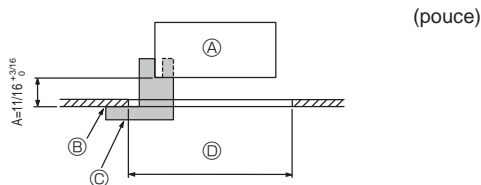
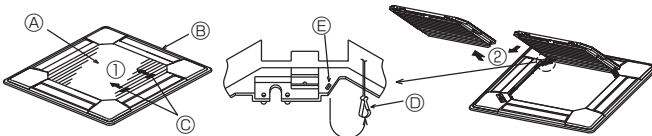
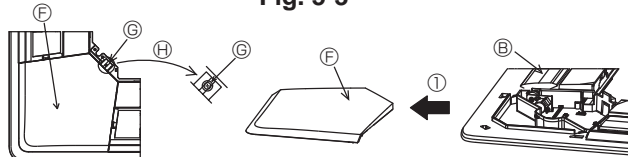

Fig. 5-2
Fig. 5-3
Fig. 5-4
①	Grille	1	950 x 950 (mm), 37-3/8 x 37-3/8 (pouces)
②	Vis avec rondelle captive	4	M5 x 0,8 x 25
③	Jauge	1	(Divisée en quatre parties)
④	Attache	3
⑤	Vis	4	4 x 8
⑥	Vis	1	4 x 12
5.2. Préparation avant d'attacher la grille (Fig. 5-2)
- A l'aide de la jauge ③ fournie avec ce kit, régler et vérifier la position de l'appareil par rapport au plafond. Si l'appareil n'est pas correctement positionné, il y aura des risques de fuites d'air et de la condensation pourrait s'accumuler.
- C Jauge ③ (insérée dans l'appareil)
5.2.1. Retrait de la grille d'admission (Fig. 5-3)
- Pour ouvrir la grille d'admission, faire glisser les leviers dans le sens indiqué par la flèche ①.
- Lorsque la grille se trouve en position "ouverte", retirer la charnière de la grille d'admission comme indiqué par la flèche ②.
5.2.2. Retrait du panneau en coin (Fig. 5-4)
- Retirer la vis du coin du panneau en coin. Faire glisser le panneau comme indiqué par la flèche ① pour le déposer.
[Fig. 5-3, 5-4]